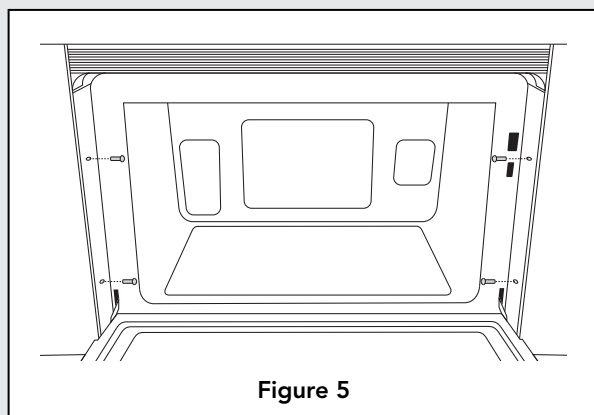
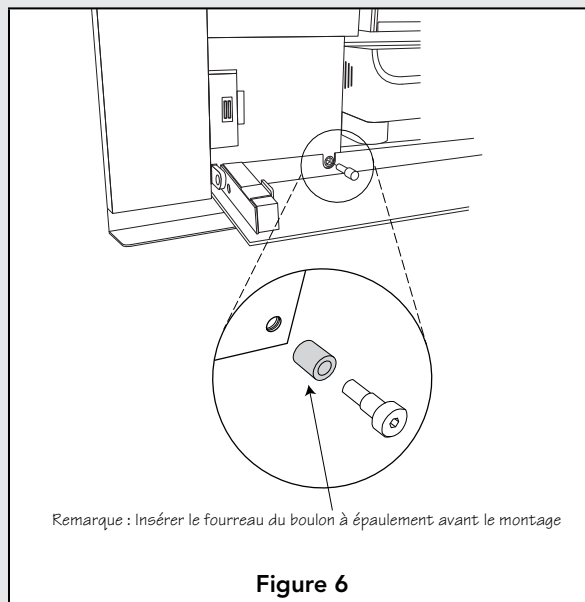

Figure 5
Figure 6
5. Ouvrir la porte du four et insérer les 4 boulons de montage fournis. Ne pas serrer complètement. Voir la Figure 5.
6. Ouvrir la porte du plateau d'égouttage et insérer les 2 boulons à épaulement fournis. Voir Figure 6. Ne pas serrer complètement.
7. Vérifier l'alignement du four et serrer ensuite les 4 boulons de montage de la Figure 5 et les 2 boulons à épaulement de la Figure 6 pour fixer le four.